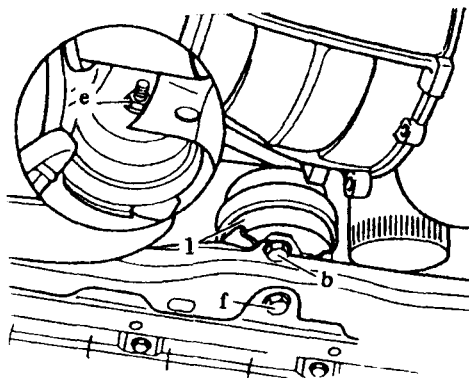

图 1-4
①发动机总成前悬置（图 1-4）。 $b = 30\text{N}\cdot\text{m}$ ， $e = 6\text{N}\cdot\text{m}$ ， $f = 70\text{N}\cdot\text{m}$ 。